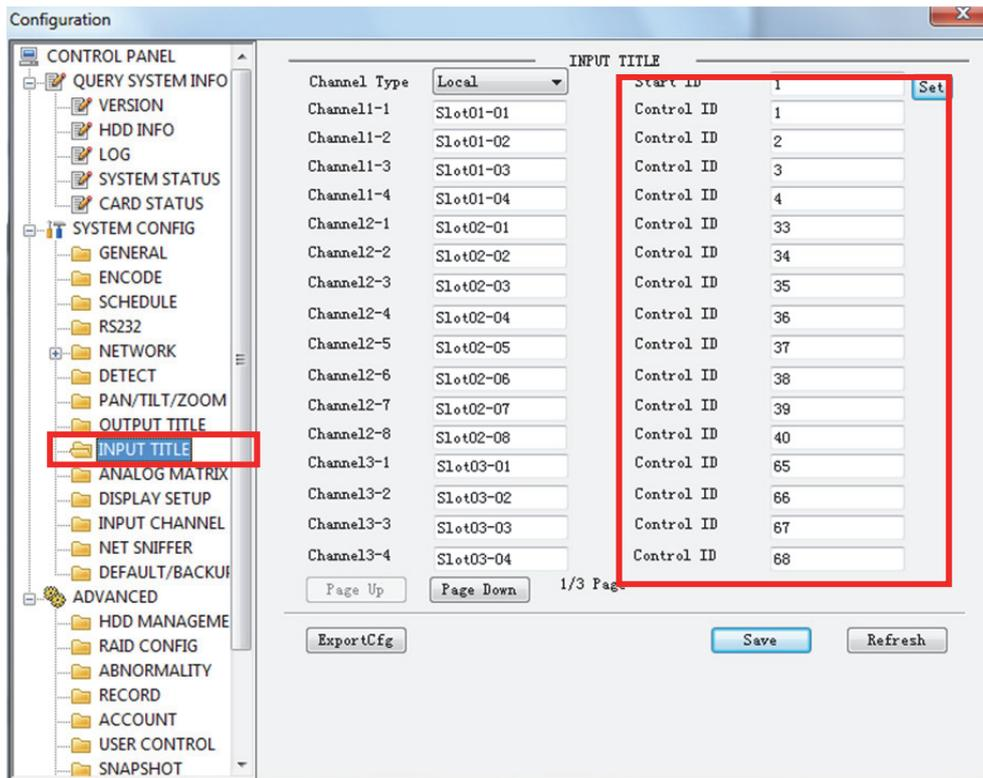

Figure 7-2
- Suivez le chemin [Réglage] -> [Entrer un titre] ([Setting] -> [Input Title]) pour modifier le numéro de contrôle correspondant du signal d'entrée local. Voir Figure 7-2.